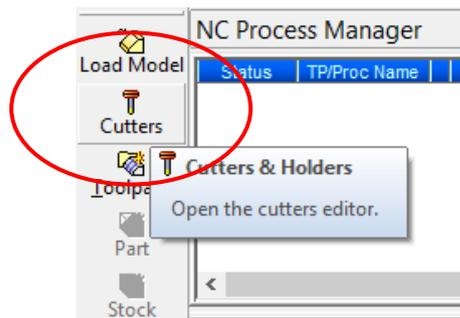
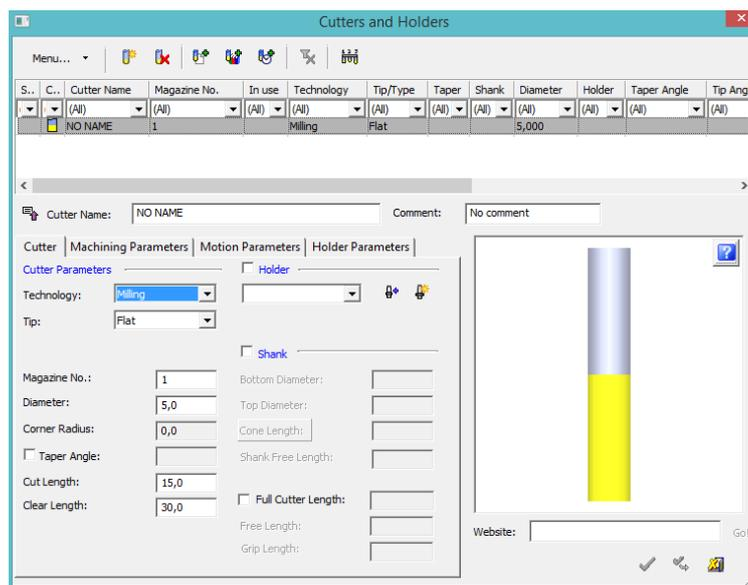

Рисунок 6 – Кнопка «*Режущий инструмент*»
Рисунок 7 – Окно настройки режущего инструмента
3.2 Далее необходимо выбрать инструмент для будущей обработки, а так же задать его параметры. Для этого нажмем в боковом меню кнопку «*Режущий инструмент*» (рисунок 6). В появившемся окне мы выбираем форму инструмента, а так же его диаметр (рисунок 7). Подтверждаем выбор.